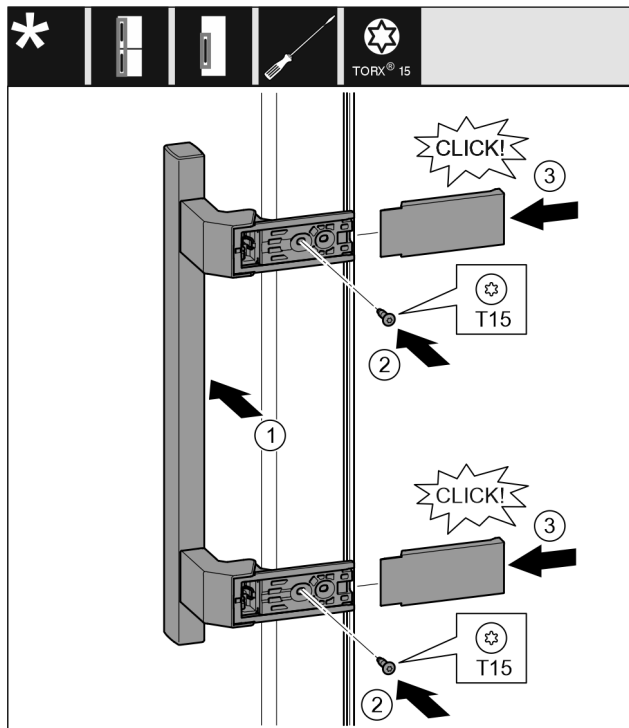

Fig. 17
- ▶ Поставете дръжката от другата страна. Fig. 17 (1)
- ▶ Затегнете винтовете с отвертка T15. Fig. 17 (2)
- ▶ Поставете отстрани капачите и ги нахлузете. Fig. 17 (3)